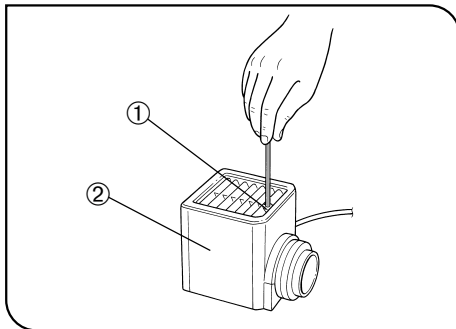

Abb. 2
1 Montieren der Halogen-Glühlampe (Abb. 2 bis 4)
5. Das Lampenhaus von oben aufsetzen und die Feststellschraube ① festziehen, dabei nach unten drücken. (Abb. 2)